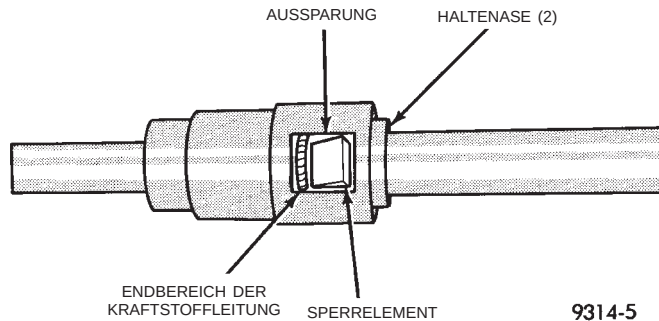

**Abb. 11 Anschluß Kunststoff-Schnelltrennkupplung/
- (1) Mit einem sauberen, fusselfreien Tuch den Anschlußnippel der Kraftstoffleitung und den Halter reinigen.
- (2) Vor dem Anschluß der Kupplung an die Kraftstoffleitung den Anschlußnippel der Kraftstoffleitung mit sauberem 30W-Motoröl schmieren.
- (3) Die Schnelltrennkupplung über die Kraftstoffleitung schieben, bis der **Halter mit einem Klicken hörbar einrastet**.
- (4) Die Kunststoff-Schnelltrennkupplung ist am Kupplungskörper mit seitlichen Aussparungen versehen. Wenn die Kupplung korrekt auf der Kraftstoffleitung sitzt, sind die Sperrelemente des Halters und der Endbereich der Kraftstoffleitung durch die Aussparungen sichtbar. Ist dies nicht der Fall, so ist der Halter nicht korrekt eingebaut (Abb. 11). **Auf keinen Fall ausschließlich auf das hörbare Einrastklicken des Halters als Beweis für einen korrekten Anschluß vertrauen!**